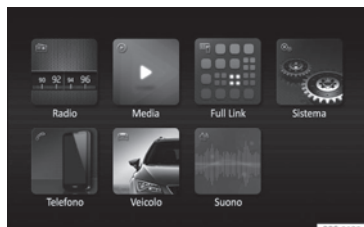

**Fig. 46** Easy Connect: Menu principale.
**colo** » **fig. 46**, oppure, premere il tasto del sistema infotainment **CAR** /  per accedere al menu **Veicolo** » **fig. 47**.